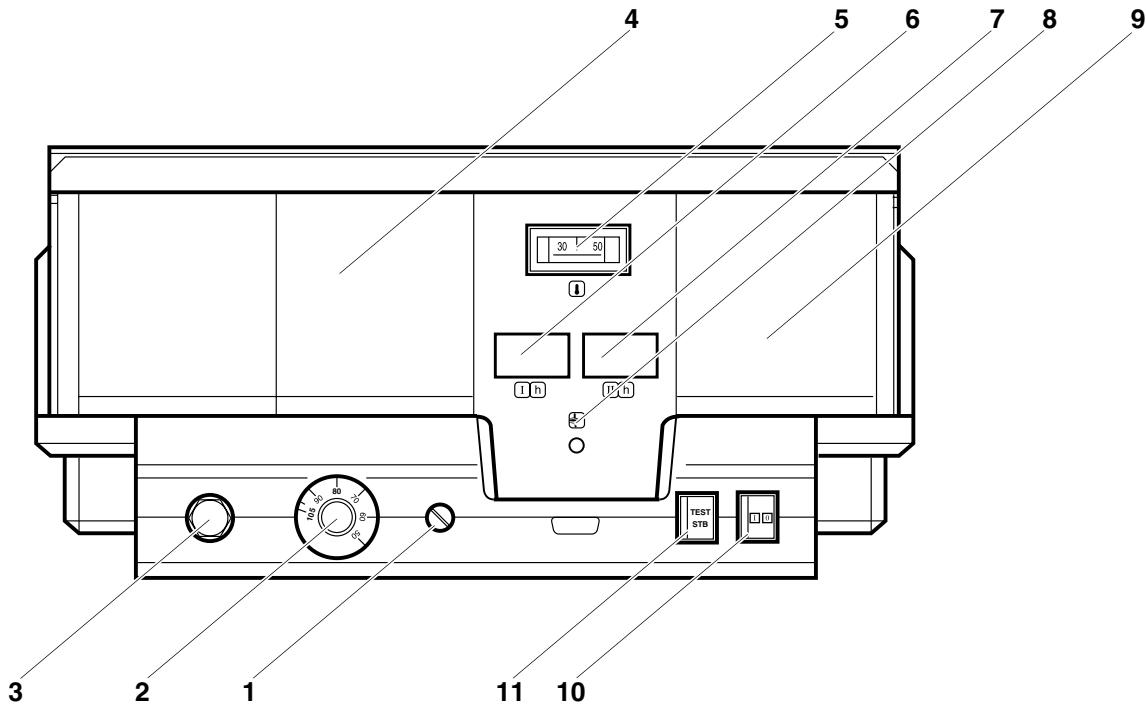
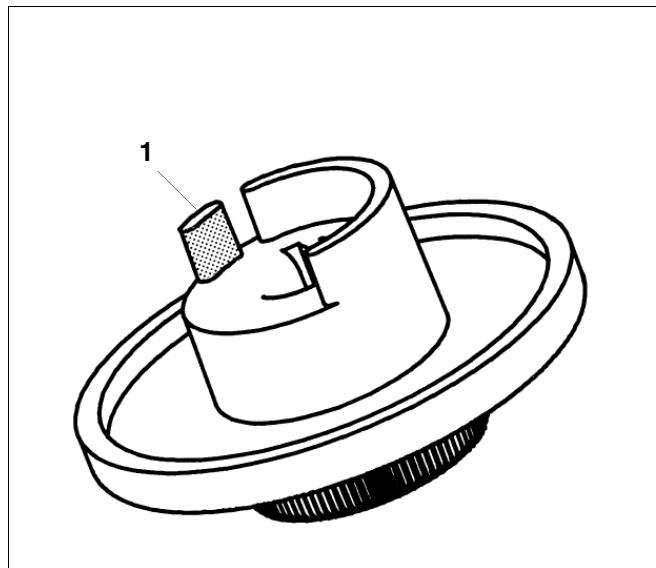

Рис. 1 Элементы управления Logamatic 4212
Рис. 5 Ручка настройки
## Экспликация к рис. 1
Если котел имеет котловой модуль ZM 427 или внешнее регулирование, то регулятор температуры котловой воды (рис. 1, **поз. 2**) должен быть настроен минимум на 80 °C.
Регулятор температуры котловой воды (рис. 1, **поз. 2**) представляет собой двухполосный регулятор для эксплуатации с 2-ступенчатой горелкой. Точка включения 2-ой ступени регулятора температуры котловой воды находится примерно на 5 °C ниже 1-ой ступени.
Если светится индикатор неисправности горелки (рис. 1, **поз. 8**), то для устранения неисправности нужно связаться с отопительной фирмой, обслуживающей Вашу установку.
Кнопка STB (рис. 1, поз. 11) предназначена для проверки предохранительного ограничителя температуры (рис. 1, поз. 3) специалистами отопительной фирмы.
- Нажать кнопку STB (рис. 1, поз. 11) и удерживать нажатой до его срабатывания (рис. 1, поз. 3).
- Для разблокировки предохранительного ограничителя температуры (рис. 1, поз. 3) нужно открутить колпачковую гайку и нажать находящуюся под ней кнопку подавления помех.
- Вынуть ручку настройки (рис. 5) регулятора температуры котловой воды (рис. 1, **поз. 2**).
- Отломить стопор (рис. 5, **поз. 1**).
- Вставить на место ручку настройки регулятора (рис. 1, **поз. 2**).